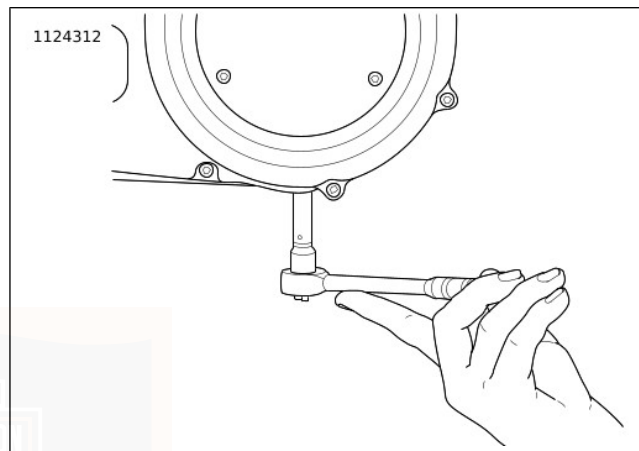

Figure 70. Dépose/pose du bouchon de vidange du carter de chaîne
3. Voir Figure 70. Vidanger le carter de chaîne primaire.